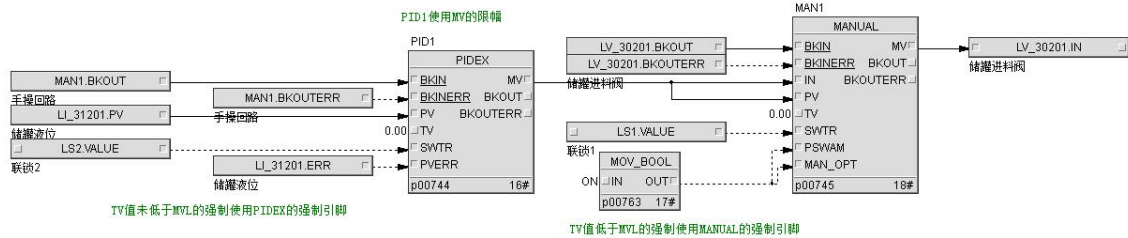

图 3.2.4 单回路程序搭建
- MV 的限幅低限 MVL、高限 MVH，在不需要 MV 限幅功能时，对于调节阀，应保持默认的 0 和 100。MV 的限幅低限 MVL、高限 MVH 只是在自动状态生效，手动不生效。在自动情况下，MVL 大于 0 且触发了 SWTR 且 TV 值小于 MVL 值，TV 值无法生效，将以 MVL 的值生效，建议使用如图 3.2.4 搭建功能块：